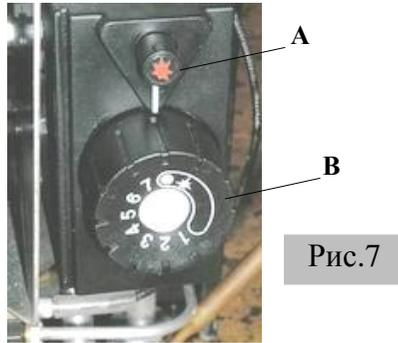

Рис.7
- Установите ручку регулятора “В” (см. Рис. 7) в положение «★», напротив белой вертикальной полоски. Нажмите на ручку, утопив до упора. Задержите её в таком положении на некоторое время (3÷5 сек) для поступления газа к запальной горелке-фитилю.
- Не отпуская ручку-регулятор – резко нажмите кнопку пьезорозжига “А” (см. Рис.7). Возникает искра, газ загорается, фитиль горит. Если пламя не появилось, нажимайте кнопку “А” до появления пламени, после чего задержите ручку регулятора “В” еще в течение 10÷15 секунд в нажатом положении.
- При первом запуске, после розжига, установите ручку регулятора в положение 7 (см. Рис.7) – максимальная мощность. Когда температура в помещении достигнет комфортной (желаемой) для Вас, медленно поверните ручку регулятора по часовой стрелке до появления щелчка.